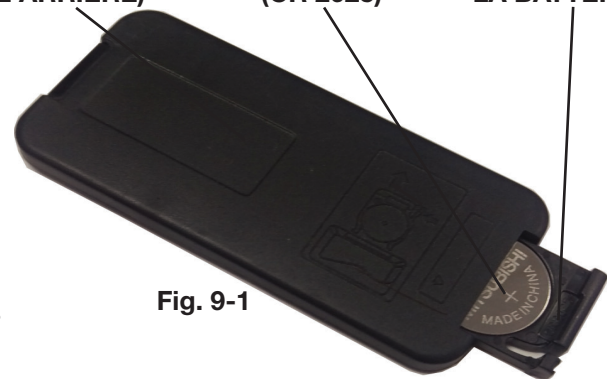

Fig. 9-1
2. Pour retirer le support de la batterie, tournez la télécommande sur le côté avant et appuyez sur le levier latéral gauche vers le centre tout en tirant le support de batterie à l'aide de la fente fournie (**Fig. 9-1**).